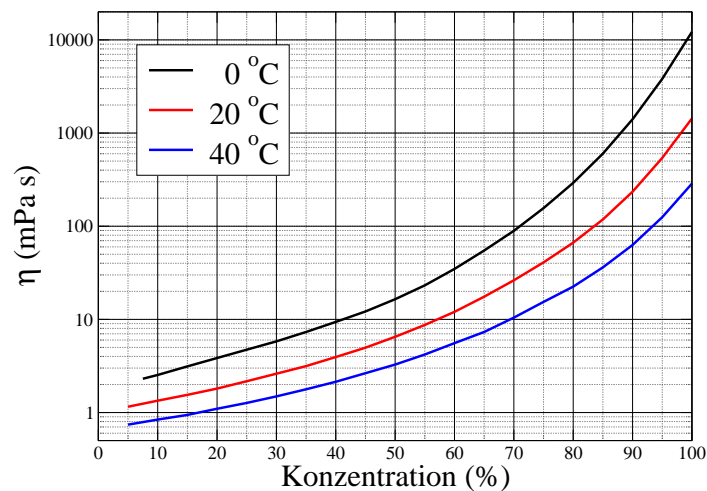

Abbildung 9: Abhängigkeit der Viskosität eines Glycerin-Wasser-Gemischs von der Glycerinkonzentration
Berechnen Sie die dynamische Viskosität des Glycerin-Wasser-Gemischs bei Raumtemperatur nach den Gleichungen (11) und (12). Vergleichen Sie die Viskosität mit und ohne Korrekturfaktor mit Literaturangaben (z.B. Abbildung 9). Stellen Sie eine vollständige Fehlerrechnung auf und geben Sie die errechneten Unsicherheiten beim jeweiligen Ergebnis mit an.